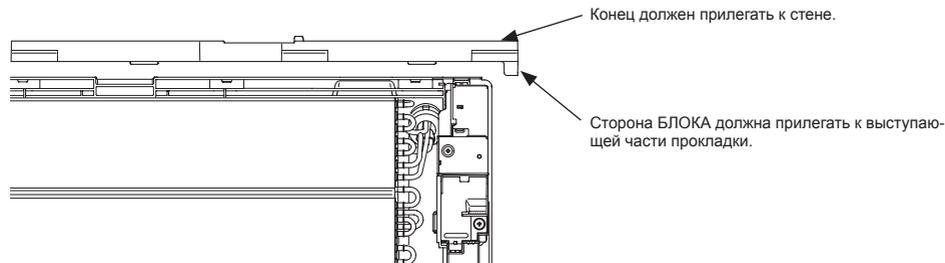

Fig. 4
- 2) Положите прокладку на верхнюю поверхность БЛОКА и временно закрепите ее клейкой лентой. (Fig. 4)